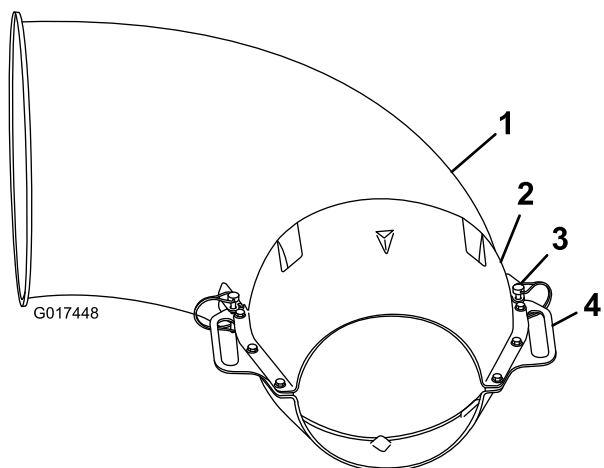

Bild 4
2. Stecken Sie die Anbauvorrichtungsstifte durch die Löcher in den Anbaugeräthalterungen und den Griffen, um die Düsenverlängerung am Düsenende zu befestigen (Bild 4).